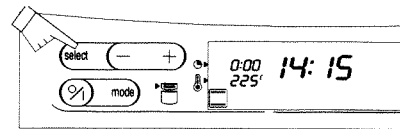

Fig. 5
4. Pulse 1 vez la posición  para regular la duración de cocción (fig. 5).